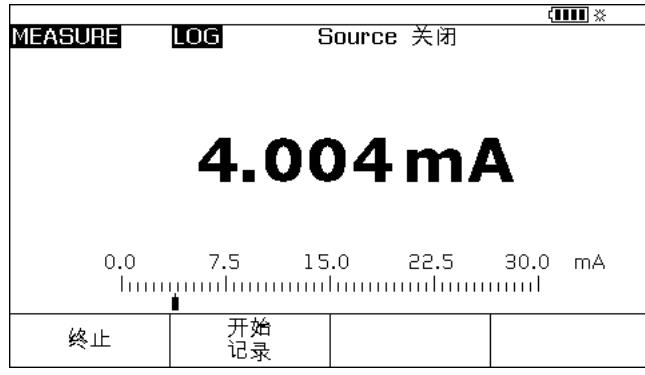

图 41. 开始记录屏幕
9. 按完成 (Done) 功能键。显示屏变为图 41 所示的屏幕。